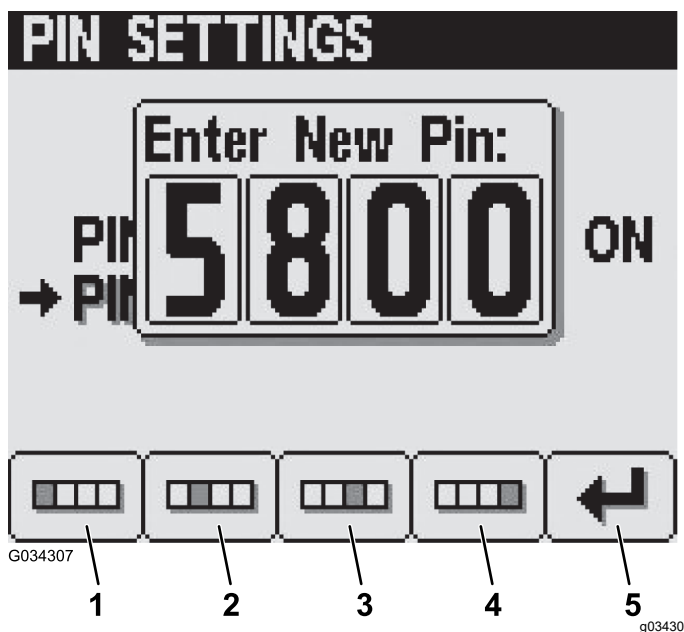

図 28
- 新 PIN 入力画面で、ボタン14を使って新しい PIN コードを入力する。PIN の入力ができたら、ボタン 5 を押す 図 28。